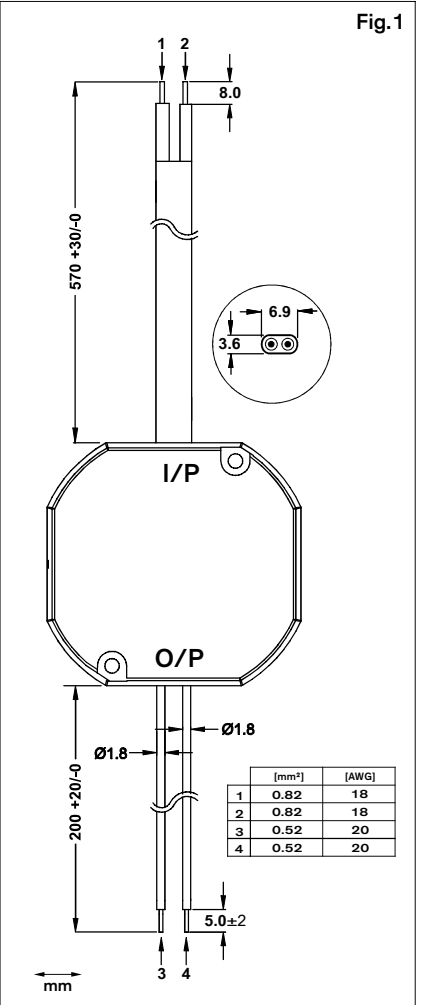

Fig.1
- Alle Verdrahtungen am Eingang und Ausgang müssen entsprechend dem Netzteil ausgelegt und mit der richtigen Polarität verbunden sein. Fig.1
Funktionsbeschreibung Fig.1
- Tous les fils d'entrée et de sortie doivent être correctement étanonnés pour le bloc d'alimentation et être branchés à la bonne polarité. Fig.1
Identification des caractéristiques Fig.1
- Todos los cables de entrada y salida deben tener valores nominales adecuados para la fuente de alimentación y deben conectarse con la polaridad correcta. Fig.1
- Identificación de características Fig.1**
- Tutti i cavi in ingresso e in uscita devono essere dimensionati correttamente in relazione all'alimentatore e devono essere collegati con la corretta polarità. Fig.1
- Identificazione dei particolari Fig.1**